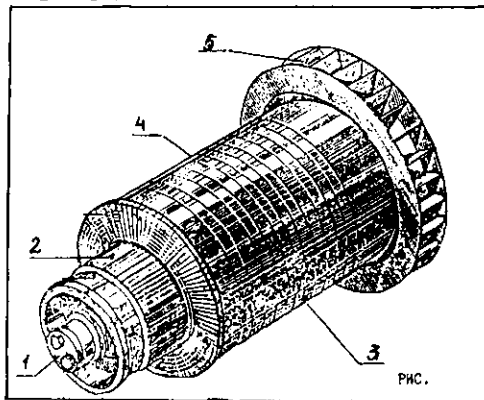
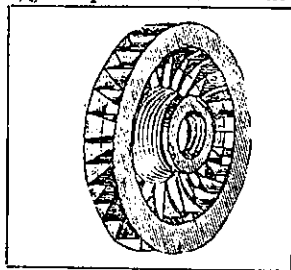

Рис. 98. Якорь ДК-117ДМ.
Рис. 103. Вентилятор.
Якорь служит для создания крутящего момента двигателя и тормозного момента генератора. Якорь представлен на Рис. 98.
**ВЕНТИЛЯТОР** устанавливается на валу якоря со стороны привода (Рис. 98). Общий вид вентилятора представлен на Рис. 103.